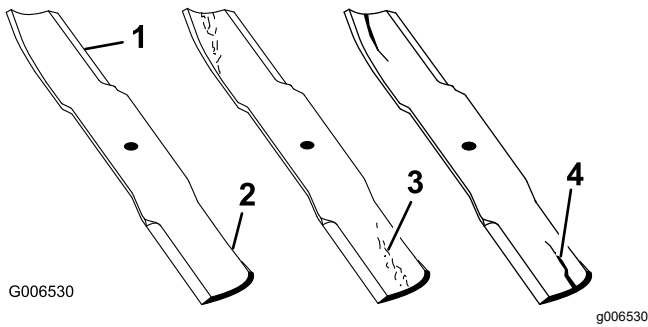

Bild 68
1. Untersuchen Sie die Schnittkanten (Bild 68).
4. Wenn Sie Risse, Verschleiß oder Rillenbildung in diesem Bereich feststellen, sollten Sie sofort ein neues Messer montieren (Bild 68).